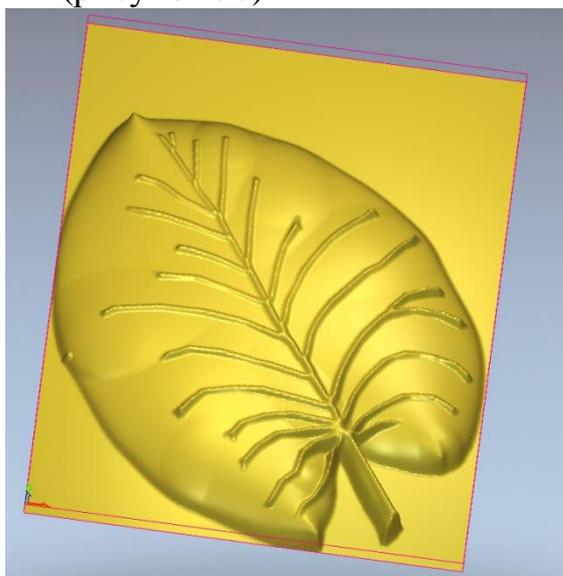

Рисунок 30
13.Готовый лист кубышки (рисунок 30)